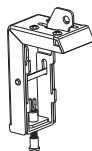

rys. 13
1. Wywierć dwa identyczne otwory w suficie upewniając się uprzednio co do ich odpowiedniej lokalizacji względem ściany (rys. 13). Umocuj do sufitu uchwyty do wieszaków (opcja).